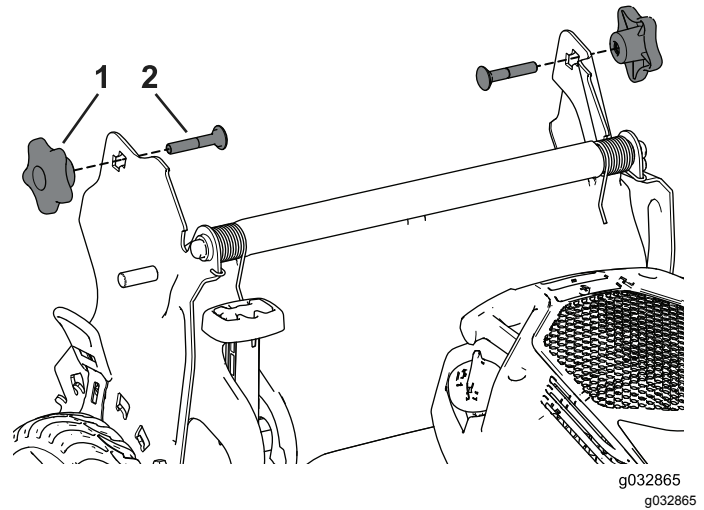

Figure 21
3. Insérez le boulon de carrosserie (la tête du boulon vers l'intérieur) dans le support du guidon et dans le trou supérieur à l'extrémité du guidon. Vérifiez que les bords carrés de chaque boulon de carrosserie s'engagent dans le trou carré supérieur ou inférieur du support de guidon correspondant (Figure 21).